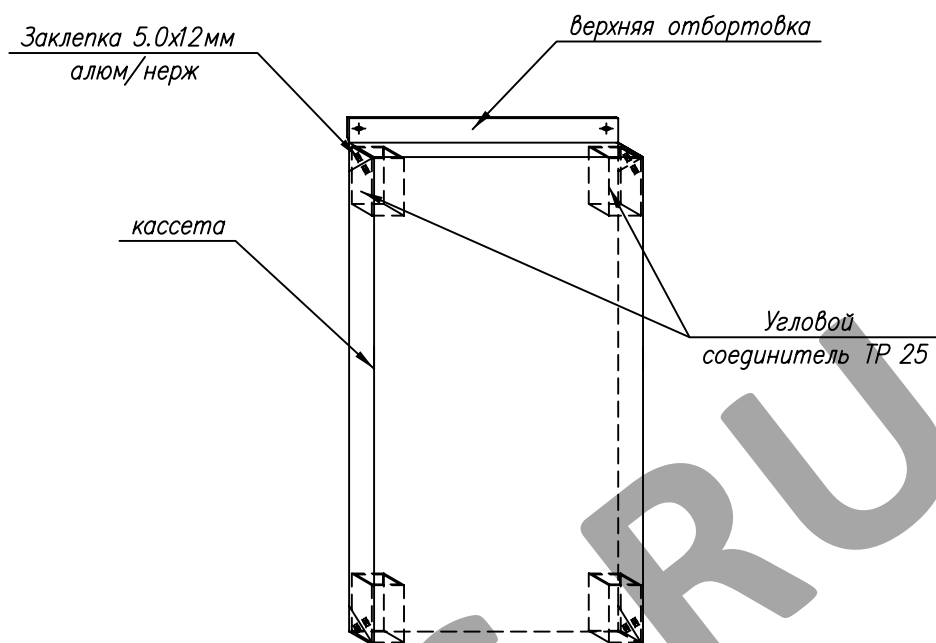

Рис. 4. Кассета
3. Облицовочные панели представляют собой кассетные формы из композита и из алюминиевых, оцинкованных и медных листов, собранные на угловые соединители TP 25. Угловые соединители TP 25 приклеиваются заклепками 5.0x12мм алю/нерж (рис. 4).